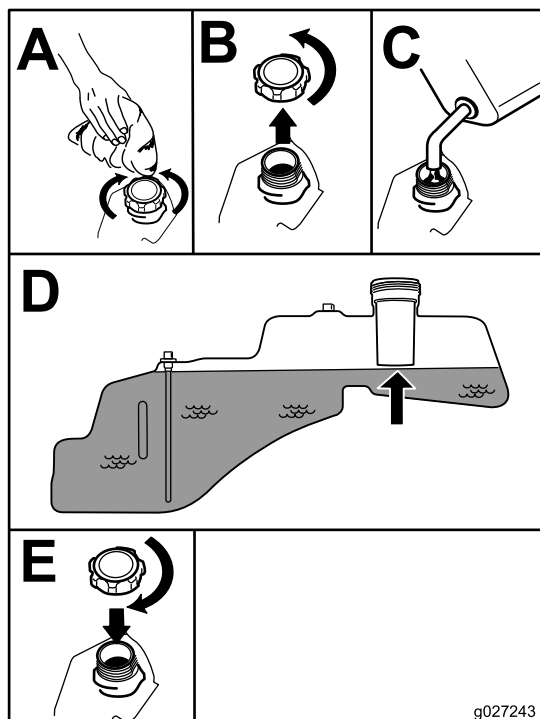

Figura 8
4. Riempite il serbatoio fino alla base del collo del bocchettone (Figura 8).